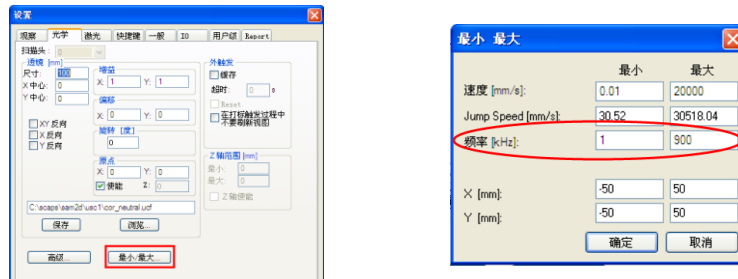

图 20
3) 点击“最小/最大”，设置频率：最小值为 1KHz，最大值为 900KHz(如图 20)，设置完毕，点击确定。(注：SAMLIGHT 控制板卡对于 900KHz 以上的频率信号控制的并不准确，导致激光器在 900KHz 频率以上可能无法正常工作)